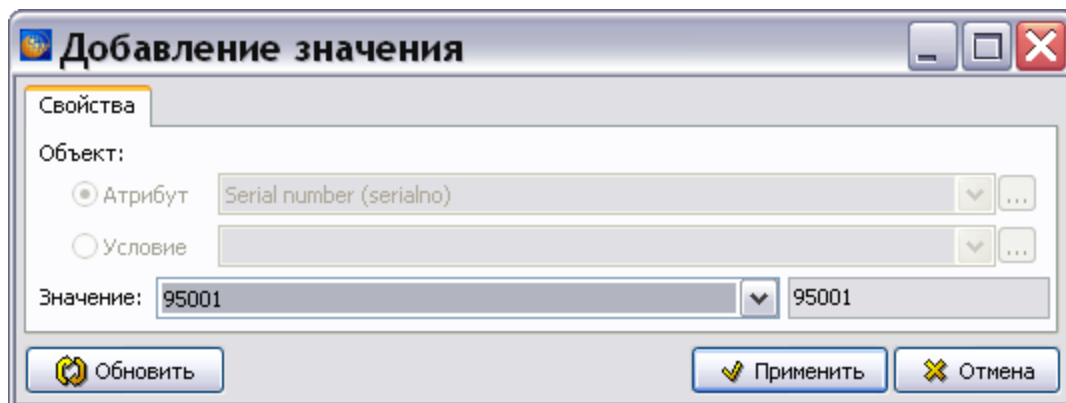

Рис. 22.37
2. Для изменения конкретного значения атрибута/условия в окне **Анализ изделий** выделите значение атрибута/условия и нажмите на кнопку **Изменить**. В окне **Добавление значения** измените значение атрибута/условия и нажмите на кнопку **Применить** (Рис. 22.37).